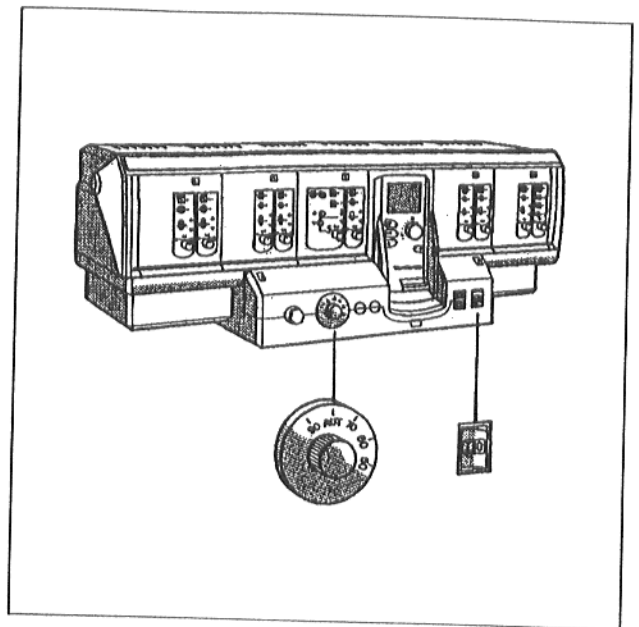

Fig. 1:
- Ruotare verso l'alto il coperchio trasparente (fig. 1)
- Abbassare il coperchio trasparente (fig. 1).
Se il disturbo viene segnalato sul display (fig. 1)